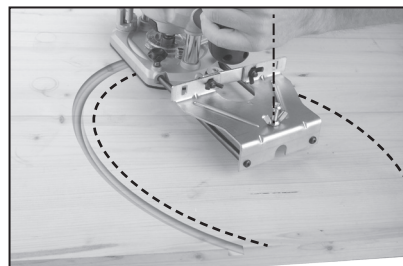

Abb. 4
- ➔ Um kreisförmige Profile innerhalb der Materialoberfläche zu fräsen, installieren Sie eine Spitze in der Mitte der Seitenführung, die der Mittelpunkt des Kreises ist, den die Oberfräse während der Arbeit umschreibt, siehe Abb. 4.